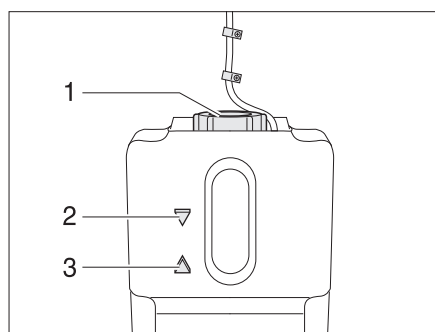

Fig. 171 Vase d'expansion pour le chauffage à eau chaude
- Contrôler si le liquide se trouve entre les marques "MIN" (Fig. 171,3) et "MAX" (Fig. 171,2) sur le vase d'expansion (Fig. 171).
- Ouvrir le bouchon du vase d'expansion (Fig. 171,1).